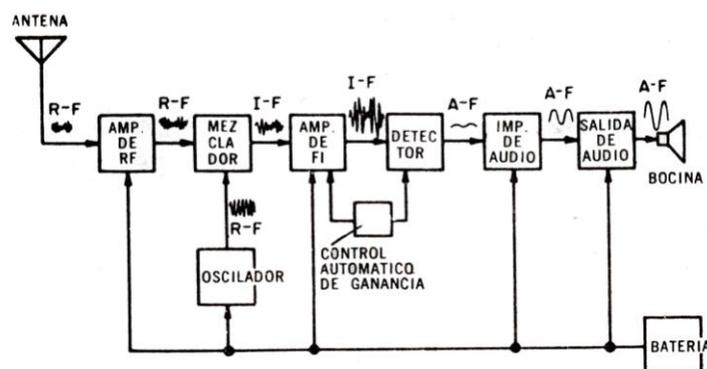

Figura 1: Diagrama en bloques de un receptor superheterodino
La figura 1 muestra un diagrama de bloque de un receptor típico superheterodino de amplitud modulada (AM) de banda normal de radiodifusión. Cada bloque representa una etapa, que se estudiará detalladamente en los siguientes capítulos. En algunos receptores pueden omitirse algunas de esas etapas, o bien pueden añadirse otras más, de acuerdo con los requerimientos del diseño especial del receptor. Esas variaciones se estudiarán también.
El funcionamiento del receptor que muestra la figura 1 es el siguiente: las señales moduladas de RF, transmitidas por las estaciones difusoras de la zona, se recogen o interceptan por la antena, y se alimentan a la primera etapa; *el amplificador de RF*. El radioescucha sintoniza ese circuito haciendo girar la perilla de sintonización del receptor para ajustar a la frecuencia transportadora de la estación deseada, a fin de aceptar y amplificar la señal escogida. En la banda normal de radiodifusión, será una frecuencia entre 540 y 1600 kHz. Después de escoger y amplificar la señal modulada de RF que se desea .se alimenta a la *etapa mezcladora*. Así pues, el amplificador de RF ha proporcionado cierta cantidad de selectividad y sensibilidad. En algunos receptores, en los que se requiere menos selectividad y sensibilidad, se omite esta etapa.
El diagrama de bloque de la figura 1 debe permanecer en la mente del alumno en los siguientes capítulos, a fin de que pueda comprender el funcionamiento de cada etapa con respecto al principio superheterodino.